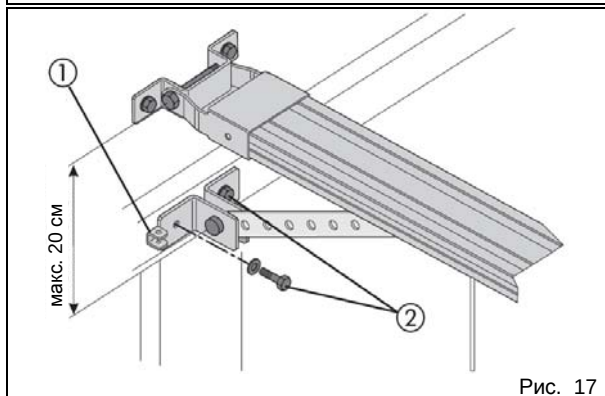

Рис. 17
Установить крепление на полотно ворот, так чтобы отверстие под отпускающий тросик было расположено с левой стороны полотна ворот (рис. 17, поз. 1).
- 4) Проверить, что расстояние от центральной точки переднего крепления, расположенной посередине между крепёжными отверстиями, и устанавливаемым на полотно ворот креплением не превышает 20 см (рис. 17). В целях обеспечения правильной работы автоматической системы рекомендуется, чтобы угол наклона рычага к направляющему профилю составлял не более 30°.
- 5) Наметить и просверлить отверстия и закрепить кронштейн на полотно ворот. **Внимание!** Шурупы (рис. 17, поз. 2) в комплект привода не входят!